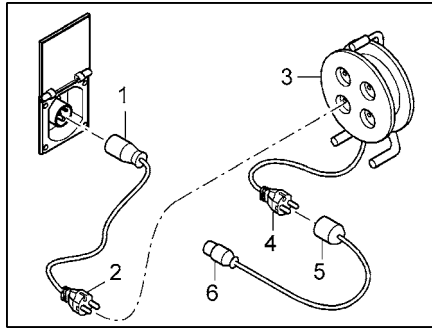

Bild 98 Anslutningsmöjligheter 230 V-anlutning
- CEE 17 anslutningskoppling med jordad kontakt (Bild 98,1) – kontakt med jordad kontakt (Bild 98,2)
- Uttag med jordad kontakt (Bild 98,3) – kontakt med jordad kontakt (Bild 98,4)
- Anslutningskoppling med jordad kontakt (Bild 98,5) – CEE 17 kontakt med jordad kontakt (Bild 98,6)